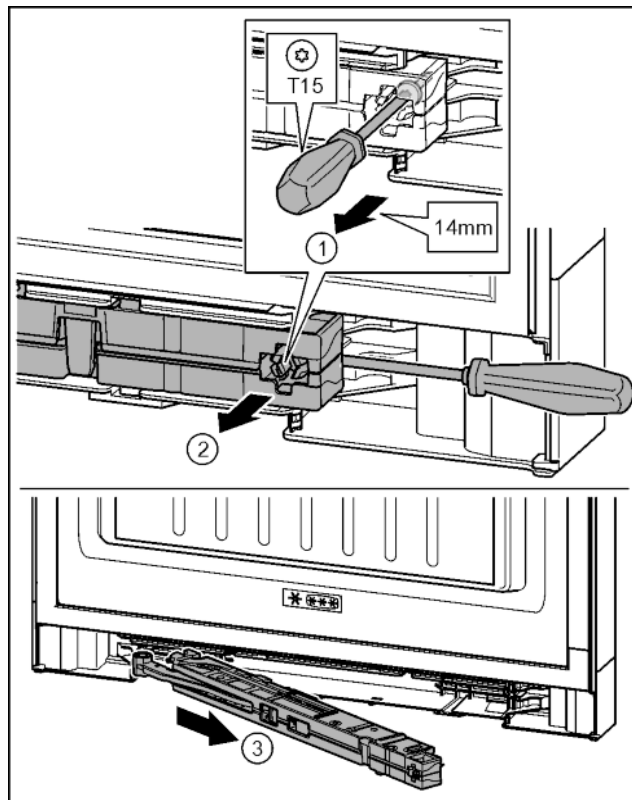

Fig. 17
▶ Ослабить винт на узле амортизатора с помощью отвертки T15 на ок. 14 мм. Fig. 17 (1)
▶ Переместить отвертку со стороны ручки за узел амортизатора. Повернуть узел вперед. Fig. 17 (2)
▶ Вытащить узел амортизатора. Fig. 17 (3)